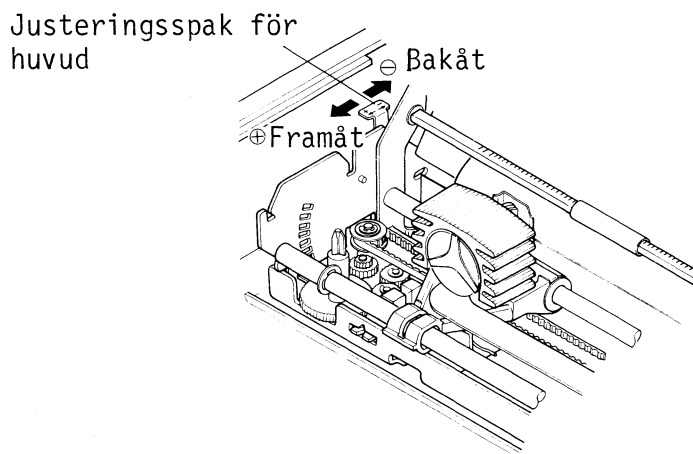

Fig. 2.17 Inställning av spaltbredden mellan skrivhuvudets nos och valsen
- 1) För skrivhuvudets justerspåk (på skrivarens vänstra ram) framåt eller bakåt för att justera spaltbredden mellan skrivhuvudets nos och valsen. Se fig 2.17.
Om utskriften blir matt, beroende på att skrivaren använts en längre tid: för skrivhuvudets justerspak ett steg bakåt (i riktning - ). Se fig 2.17.